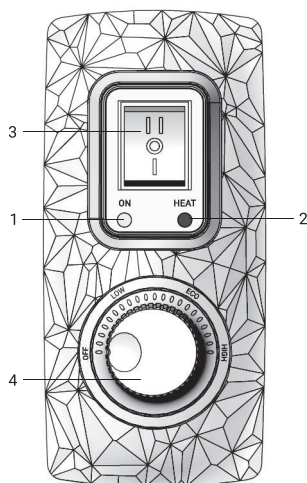

Рис. 6
**Рис. 6а**
**Рис. 6б**
| Индикация на дисплее отсутствует/ не горит индикатор on/off | Сработала защита УЗО                                                                                                                                                              | <p>Протестируйте УЗО, нажав кнопку «test». В случае, если УЗО прошло тестирование, нажмите на кнопку (3) перезапуска. В случае, если тестирование не проходит, свяжитесь со специалистами по техническому обслуживанию для осуществления ремонта (см. рис. 6а, рис. 6б).</p>                                                                                                                                                                                                                                                                                                                                        |